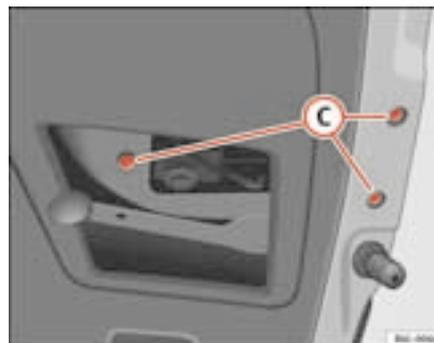

Fig. 157 Luce posteriore sul portellone
- Estrarre le viti **(C)** ⇒ pag. 231, fig. 157 e scollegare il connettore.